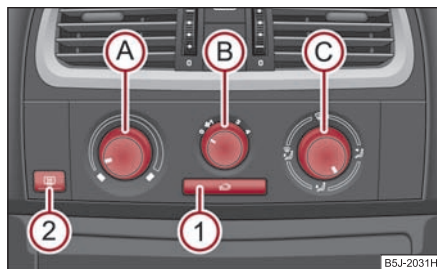

Fig. 119 Încălzirea: Elementele de comandă
Admisia aerului prin fiecare gură de ventilație se reglează de la regulatorul  ⇒ pagina 89, fig. 119. Gurile de ventilație 3 și 4 se pot deschide și închide separat.
Prin gurile de ventilație deschise este admis aer încălzit sau rece, în funcție de poziția regulatorului  ⇒ pagina 89, fig. 119 și de condițiile climaterice. ■
- Apăsați tasta , simbolul din tastă  se aprinde ⇒ pagina 89, fig. 119.
- Rotiți regulatorul rotativ (A) ⇒ fig. 119 spre dreapta pentru a mări temperatura.
- Rotiți regulatorul rotativ (A) spre stânga pentru a reduce temperatura.